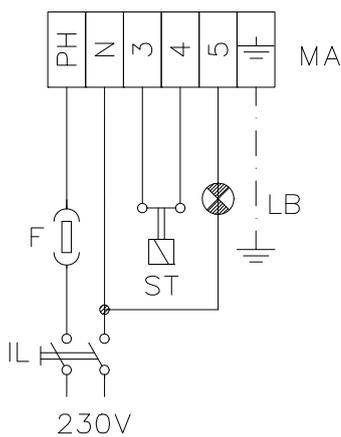
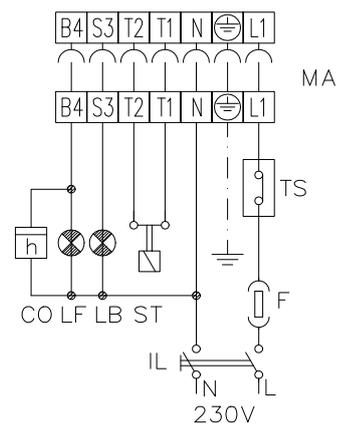

Fig. 5a
Fig. 5b
- eseguire i collegamenti elettrici alla morsettiera di alimentazione seguendo lo schema in Fig. 5a e Fig. 5b;